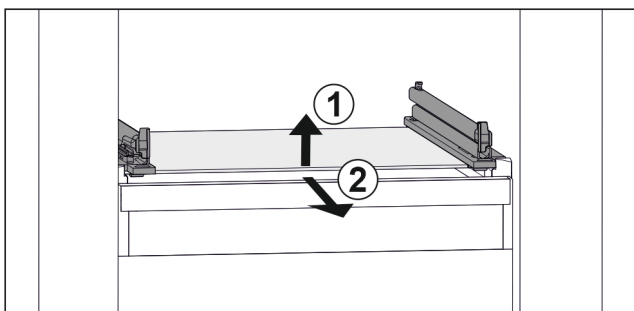

Fig. 53 Vejledende visning af glaspladen
- ▶ Løft glaspladen foran. Fig. 53 (1)
- ▶ Tag glaspladen ud fremefter. Fig. 53 (2)